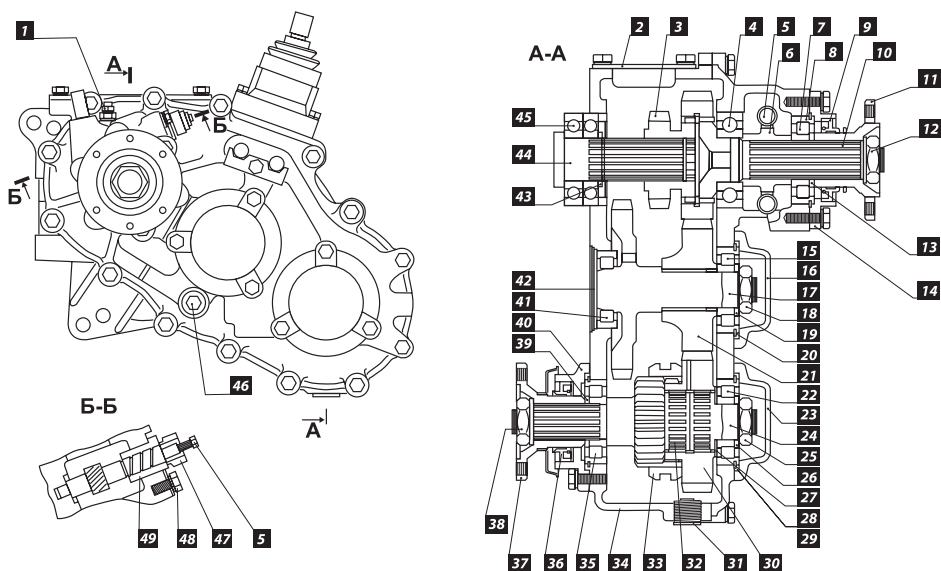

Рис. 1
❶ **ВНИМАНИЕ:** Перед снятием Раздаточной коробки (далее РК) с автомобиля – слейте масло, открутив пробку сливного отверстия [31] (Рис. 1) (объём масла в РК 0.8 л).
1. Открутите крепление переднего и заднего карданов к фланцам [11], [37] (Рис. 1).
❶ **ВНИМАНИЕ:** Данную операцию советуем выполнять с помощником, даже если производите снятие РК с машины без снятия моноблока (РК+КПП).